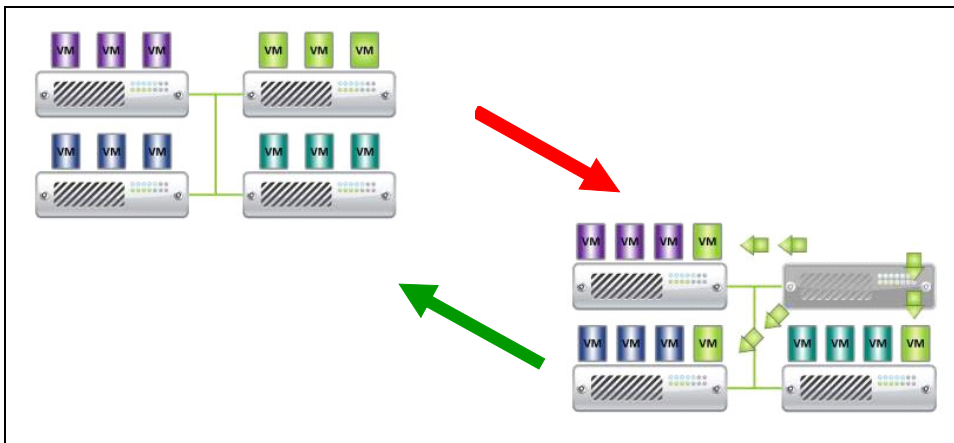

Abbildung 99. HA-Modus mit Dell MUMC
- Dell MUMC verschiebt die VM weiterhin von einem Server auf die anderen, wenn alle Server von unterschiedlichen USV-Anlagen mit unterschiedlicher Stromquelle mit Energie versorgt werden (siehe Abbildung 99).